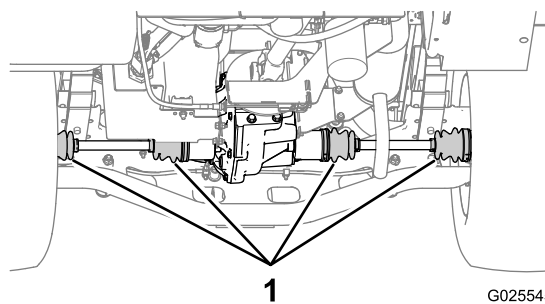

図 74
2. 後アクスル部分にある風速安定ボックスが破損していないか、潤滑剤が漏れていないか点検する 図 74。